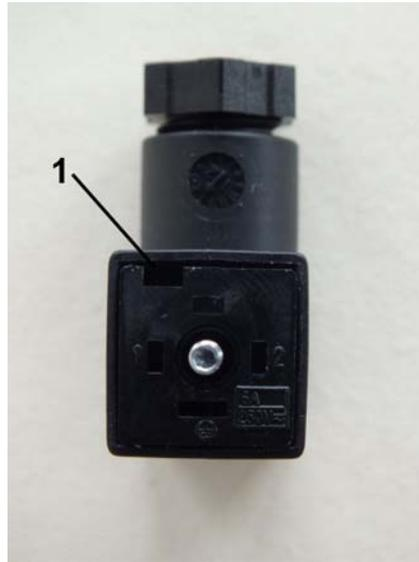

Abb. 21: Innenteil lösen
3. ➤ Innenteil aus der Steckerdose entnehmen. Hierzu einen Schlitzschraubendreher in den Schlitz (Abb. 21/1) führen und Innenteil vorsichtig heraushebeln
7. ➤ Innenteil (Abb. 21/1) wieder in die Steckerdose führen und drücken, bis es einrastet